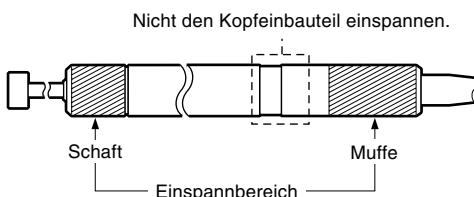

Abb. 1 Montagepositionen
- Der Meßtaster wird an den Positionen von Schaft und Muffe montiert (in Abb. 1 schraffiert dargestellte Bereiche). Da der Kopf ins Firmenzeichen eingebaut ist, darf der Meßtaster auf keinen Fall an dieser Position montiert werden.